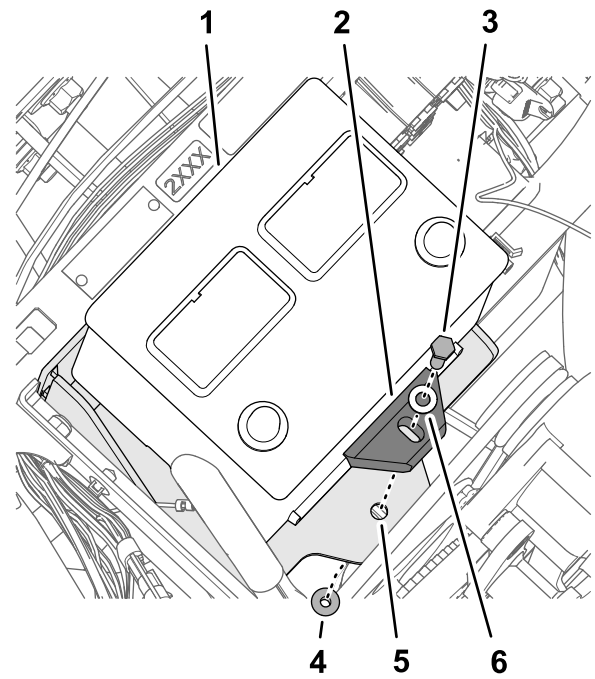

图 174
- 如 图 174 所示用螺栓 5/16 x 1¼ 英寸、垫圈 5/16 英寸、电池固定装置和凸缘锁紧螺母 5/16 英寸将电池组装到电池支架上。